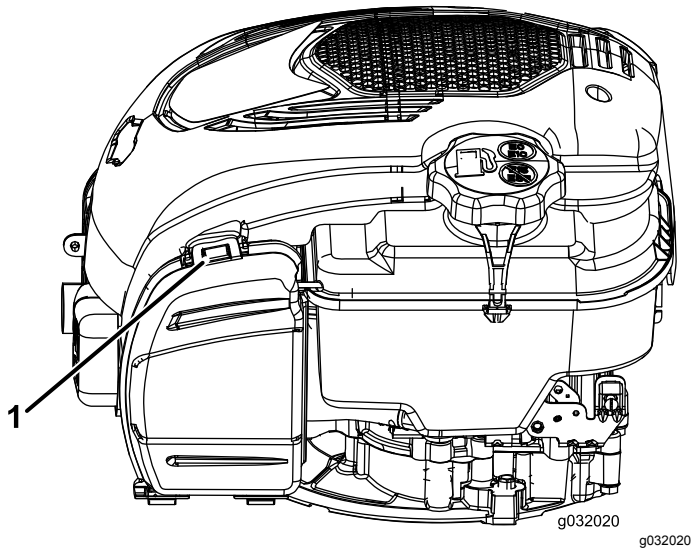

Figura 25
1. Tire de la pestaña para abrir la tapa del filtro de aire (Figura 25).